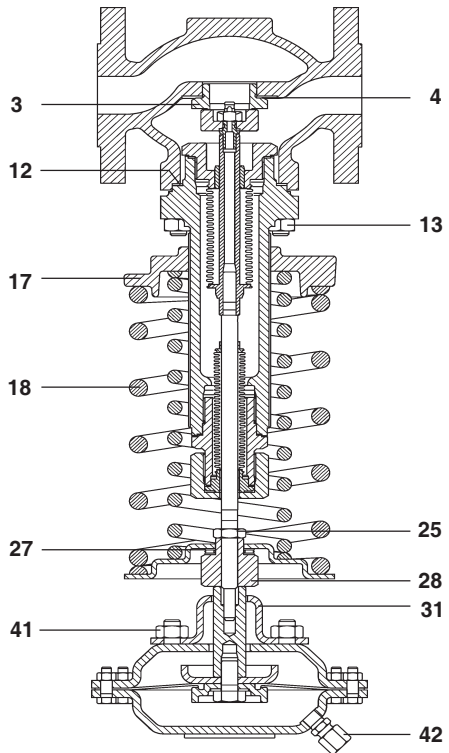

Fig. 11 - DN25 (1")
- Togliere il dado di bloccaggio (44) dell'otturatore, l'otturatore (5) e la guarnizione (7).
- Ruotare il gruppo soffietto di bilanciamento (10) per svitarlo da quello di tenuta (20) ed estrarre quindi dal coperchio (2) il gruppo soffietto di bilanciamento (10) insieme alla guarnizione (11).
- Usando una nuova guarnizione (7), rimontare l'otturatore (5) ed il dado di bloccaggio (44), serrando fino ad eliminare completamente il gioco dell'otturatore.
- Rimontare il gruppo soffietto di bilanciamento (10) nel coperchio (2) usando una nuova guarnizione (11).
- Usando una nuova guarnizione (12), rimontare il gruppo coperchio sul corpo valvola (1) e sostituire i dadi (13), serrando con la coppia consigliata nel paragrafo 4.2.
4.4.5 Come sostituire otturatore e sede (Fig. 11)
- Ruotare il piattello spingimolla (17) per scaricare completamente la/le molla/e di regolazione (18).
- Esaminare l'otturatore e se necessario sostituire otturatore (5) e relativa guarnizione (7) come già descritto nel paragrafo 4.4.4.
- Controllare la sede (3) della valvola.
- Se necessario, sostituire la sede (3) insieme alla relativa guarnizione (4) (solo per valvole DN15÷DN50) e serrare con la coppia consigliata nel paragrafo 4.2.
- Rimontare il gruppo coperchio/molla/attuatore, usando una nuova guarnizione (12). Serrare i dadi del coperchio (13) con la coppia di serraggio consigliata nel paragrafo 4.2.
4.4.6 Come sostituire il cuscinetto a rulli (Fig. 11)
- Staccare la tubazione dall'attacco della presa d'impulso (42) e smontare l'attuatore.
- Svitare i dadi delle colonne di sostegno (16) e smontare la staffa di montaggio dell'attuatore (31).
- Tenendo il dado di taratura (28), svitare il controdado (25).
- Togliere il dado (28) ed il cuscinetto a rulli (27).